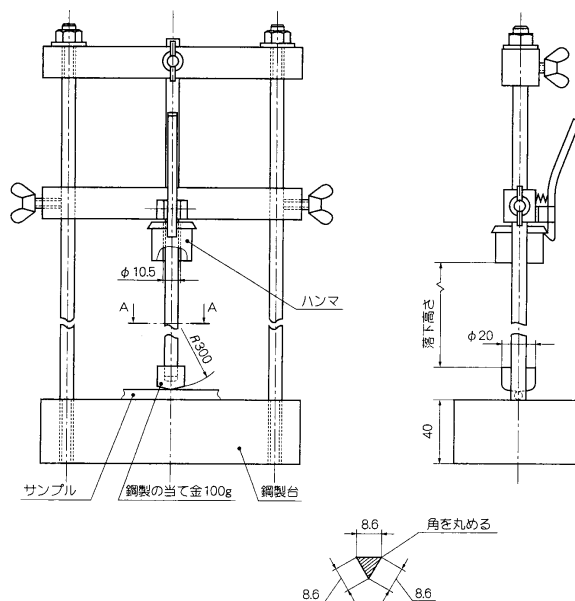

図 1. 衝撃試験装置
- (1) 試験は 12 個のサンプルについて行います。
- (2) 試験装置は、図 1 に示すものを使用し、この装置のおもりの質量は 2.0 kg $^{+1}_{0}\%$ とし、落下高さは 100±1mm とします。
- (3) 冷蔵庫にてサンプルを -25±2℃の温度に 2 時間、又はサンプルが規定の温度に達するか、いずれか長い方の時間が経過した後に冷蔵庫から取り出してから 10 秒以内にサンプルを試験装置の鋼製台の上に置き、おもりを 1 回落下させます。
- (4) 試験は、サンプルの最も弱い部分で行いますが、電線管接続口の端部より 5mm 以内の箇所には衝撃を加えないものとします。